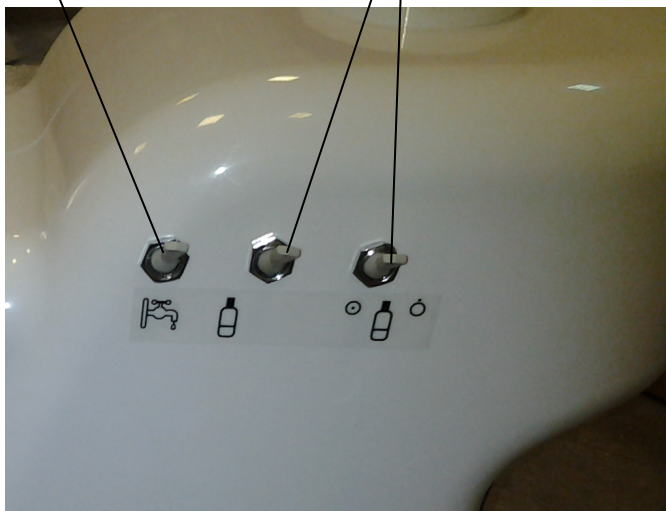

Рис. 9. Система автономной подачи воды
- Выключите тумблер подачи воздуха соответствующей емкости (см. рис. 9).